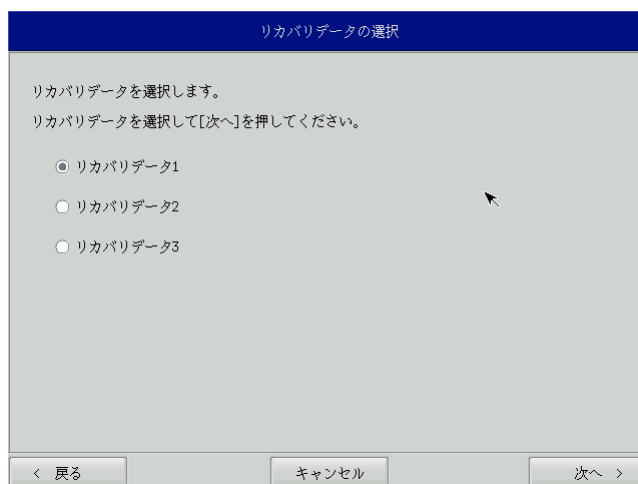

図 5-3-1. リカバリデータ選択画面
- ⑤ リカバリデータ選択画面（図 5-3-1）が表示されます。製品に合わせてリカバリデータを選択し、[次へ]ボタンを押します。表 5-3-1 に FC シリーズで選択できるリカバリデータを示します。